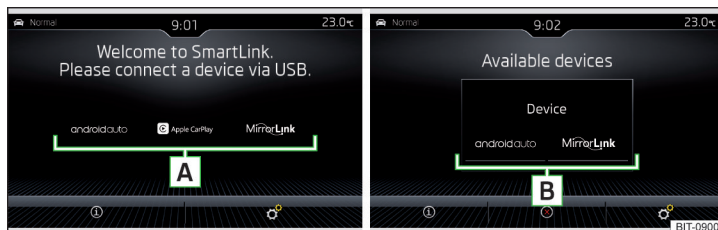

Abb. 207 Unterstützte Kommunikationssysteme / Beispiel verfügbarer Kommunikationssysteme des angeschlossenen externen Geräts
Ist kein externes Gerät angeschlossen, dann wird ein Menü mit unterstützten Kommunikationssystemen SmartLink angezeigt **A** » Abb. 207.
Hauptmenü » Abb. 207
- › Die Verbindung mittels „Android Auto“ **[B]** » Abb. 207 auf Seite 182 wählen.
- Die Verbindung mittels „Apple CarPlay“ **[B]** » Abb. 207 auf Seite 182 wählen.
- › Die Verbindung mittels „MirrorLink®“ **B** » Abb. 207 auf Seite 182 wählen.